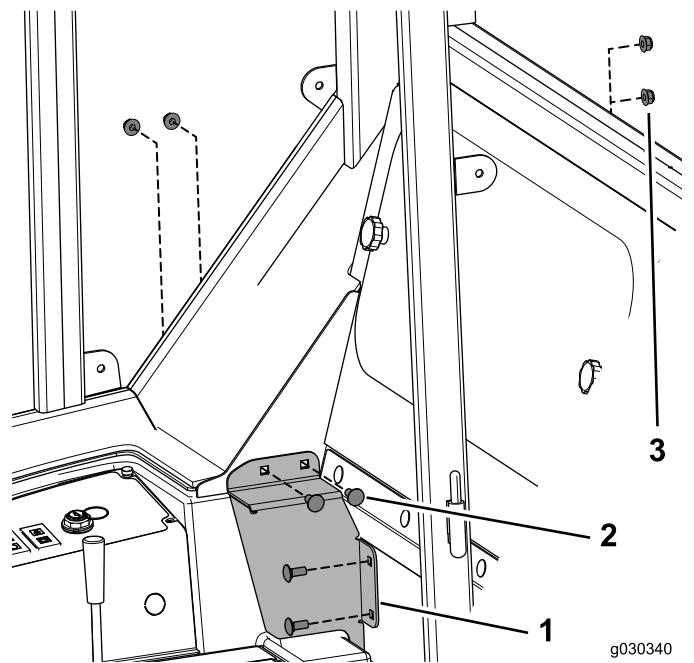

Bild 24
2. Befestigen Sie die rechten Abdeckungshalterungen mit vier Schlossschrauben (5/16" x 3/4") und vier Sicherungsmuttern lose an der Kabine (Bild 24).